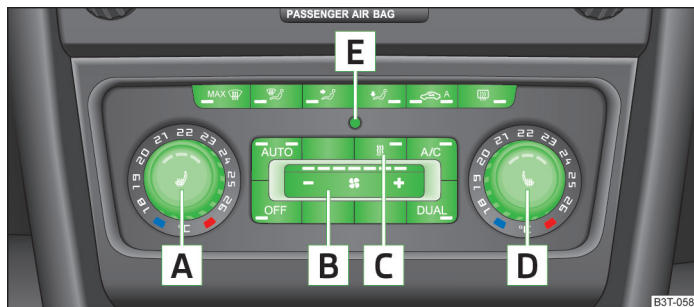

Fig. 110 Climatronic : Organes de commande
- ✓ **A/C** » fig. 110 à la page 104 activé.
Fonctions de chaque organe de commande » fig. 110 :
- Appuyez sur la touche **AUTO** » fig. 110 à la page 104.
- Faites tourner le sélecteur **A** » fig. 110 à la page 104 vers la gauche ou la droite pour réduire ou augmenter la température.
➤ Faites tourner le sélecteur **D** » fig. 110 à la page 104 vers la gauche ou la droite pour réduire ou augmenter la température.
- Appuyez sur la touche-symbole  » fig. 110 à la page 104.